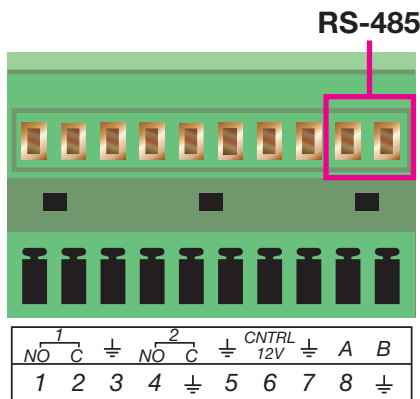

ABB. 7-1
Viele DVR-Geräte der QT-Serie unterstützen die Schwenken-Neigen-Zoom-Funktionen von so genannten PTZ-Kameras. Diese Kameras werden über dieselben Anschlüsse wie herkömmliche Kameras an den DVR angeschlossen, jedoch werden die Steuerkabel über den RS485-Block auf der Rückseite des DVR angeschlossen. **Abb. 7-1** unten dient lediglich zur Information. Der Stecker kann auch anders aussehen. **Kapitel 2 Anschlüsse und Bedienelemente** enthält die Abbildung, die dem Modell entspricht und aus der die Position des Anschlussblocks entnommen werden kann.
SCHRITT 1. Das Datenkabel der PTZ-Kamera muss an den in **Abb. 7-1** markierten Anschlüssen angeschlossen sein. Es können mehrere PTZ-Kameras an diesen Anschluss angeschlossen werden. Hierzu ist allerdings ein Expander-Anschluss erforderlich. Die Kameras können auch in Reihe geschaltet werden.